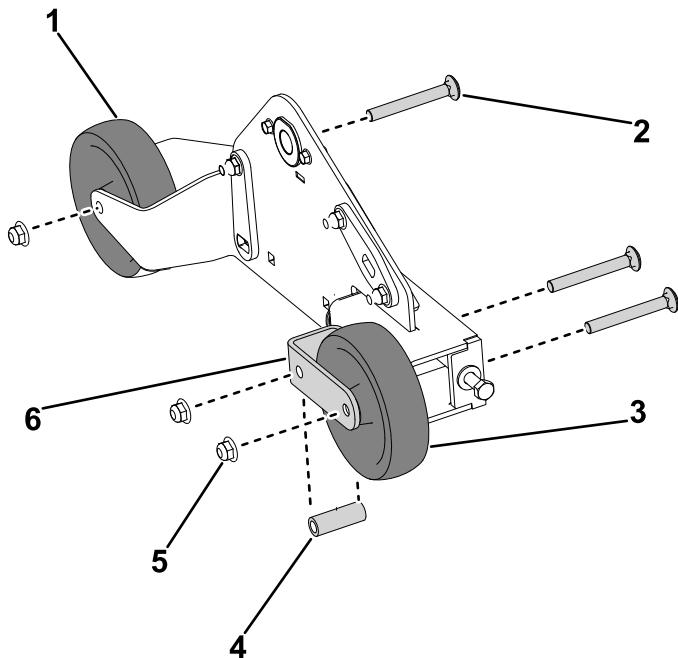

Figura 30
6. Instale la horquilla de bogey que conservó en la sujeción de la oruga y fíjela provisionalmente con el perno de cuello cuadrado ($\frac{3}{8}'' \times 1''$) y la contratuerca ($\frac{3}{8}''$) (Figura 30).
7. Instale la rueda bogey derecha que conservó en la horquilla de bogey y la sujeción de la oruga y fíjela provisionalmente con el perno de cuello cuadrado ($\frac{3}{8}'' \times 1''$), el casquillo del tensor y la contratuerca ($\frac{3}{8}''$) (Figura 30).
8. Instale la rueda bogey izquierda en la sujeción de la oruga y fíjela con el perno de cuello cuadrado ($\frac{3}{8}'' \times 1''$), el casquillo del tensor y la contratuerca ($\frac{3}{8}''$) (Figura 30).